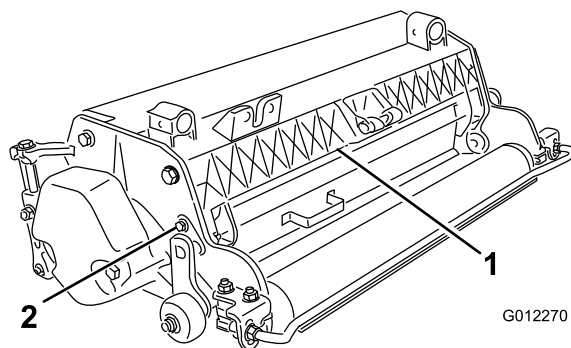

Figura 5
1. Allentate i bulloni dell'articolazione del carter dell'erba (Figura 5).
2. Sollevate il carter fino a portarlo nella posizione desiderata e serrate i bulloni (Figura 5).